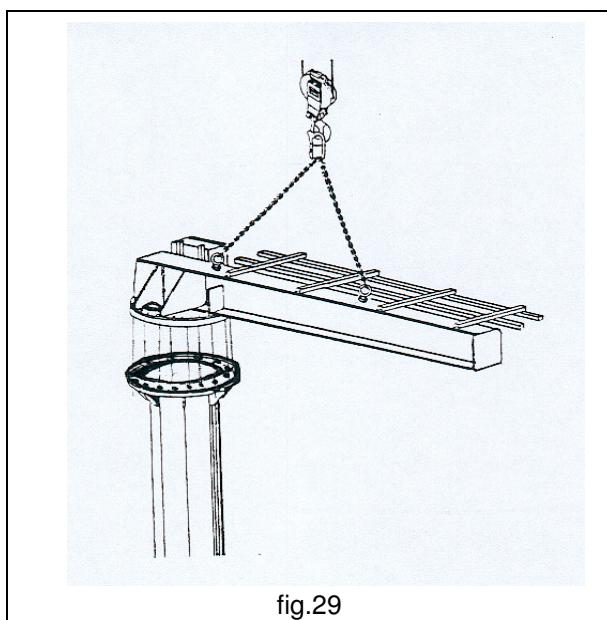

fig.29
4. Appoggiare sulla ralla la flangia di accoppiamento predisposta all'estremità del braccio facendo coincidere le forature tra flangia e ralla. (fig.29)